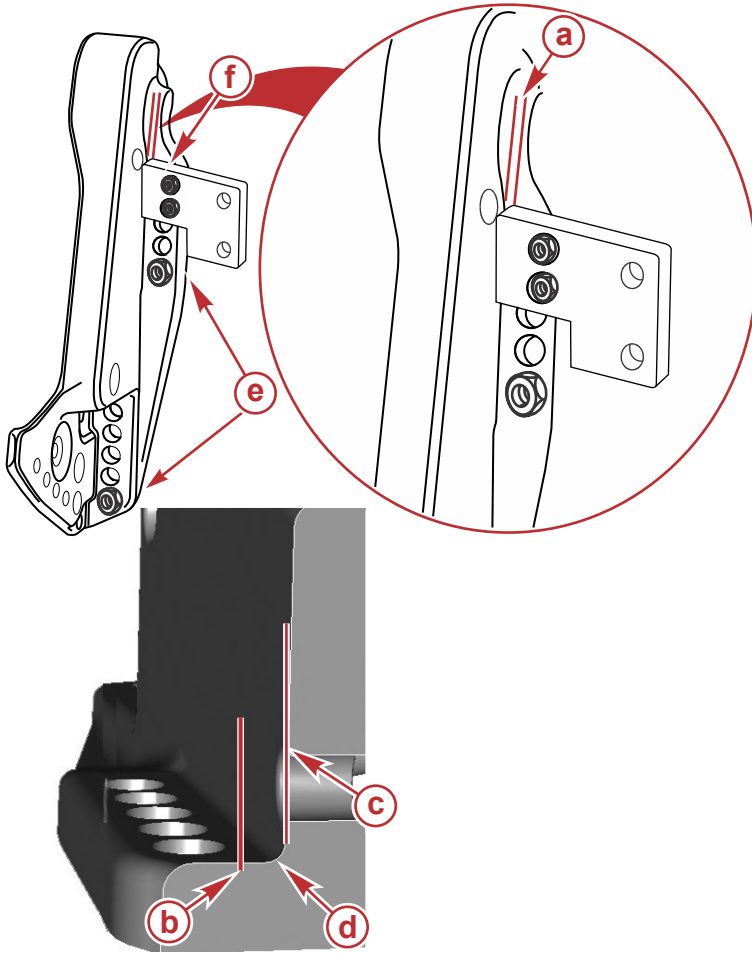

図1
エンジンの取り付け手順に従ってエンジンをトランサムまたはジャックプレートに取り付けたら、トランサムクランプブラケットの未使用のボルト穴を使ってポートに付属品を取り付けることができます (図 1 参照)。
- 付属品の取り付けの際には、付属品取り付けプレートがトランサムクランプブラケットの丸みを帯びた部分にぶつからないように取り付けてください。図1を参照してください。